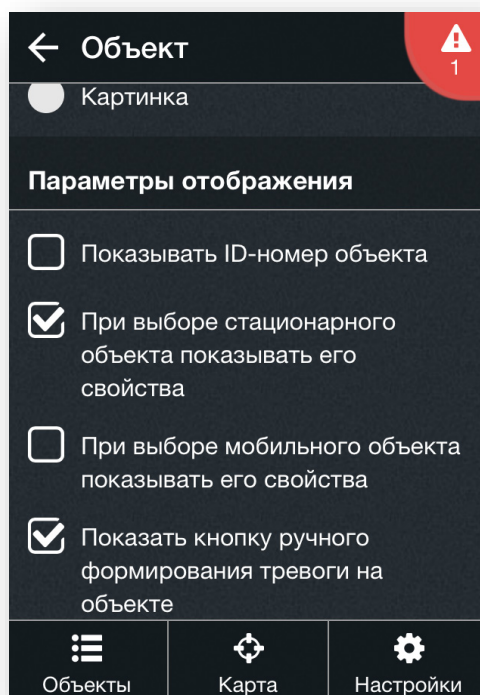

Рисунок 218. Настройки → Объект
- Объект (рис. 218) – выберите отображение объекта на карте (иконка/картинка), параметры отображения (показывать ID и свойства объекта), а также (при необходимости) активируйте кнопку ручного формирования тревоги на объекте (см. п. 13.9.2.1).